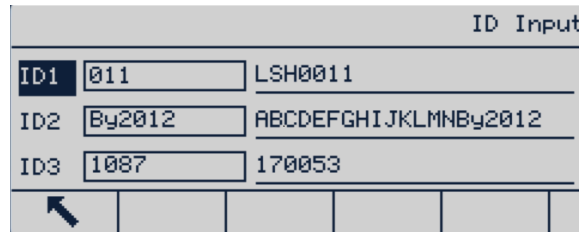

Figure 3-47 : Écran de saisie de l'ID
7. À présent, dans l'écran de saisie de l'ID, lorsqu'une valeur d'index est saisie pour ID1, ID2 ou ID3, la description de l'ID correspondante apparaîtra automatiquement (voir Figure 3-47).